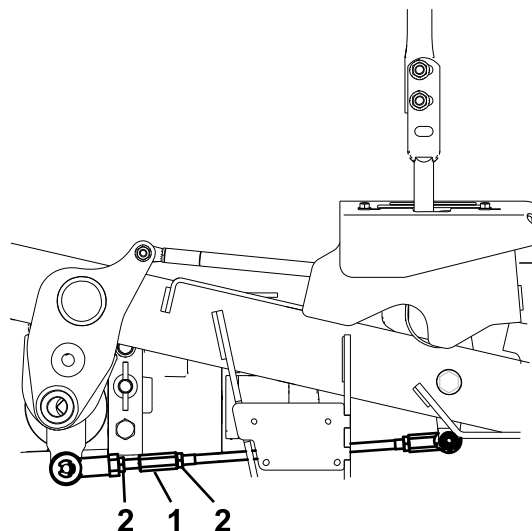

Рисунок 59
10. Отрегулируйте длину штоков управления насосами, повернув гайки в соответствующих направлениях так, чтобы колеса очень медленно вращались в обратном направлении (Рисунок 59).